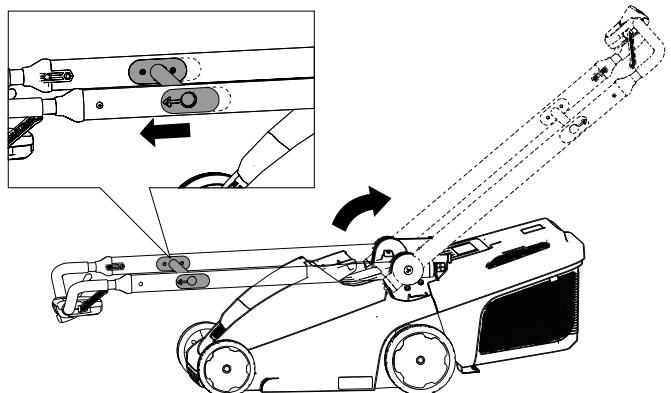

Bild 5
2. Ziehen Sie die Holmarretierungsstrebe in Richtung des oberen Holms, um die Holmarretierung zu lösen (Bild 5).
3. Bringen Sie den Holm nach hinten in die Betriebsposition und lassen Sie die Holmarretierungsstrebe los (Bild 5).